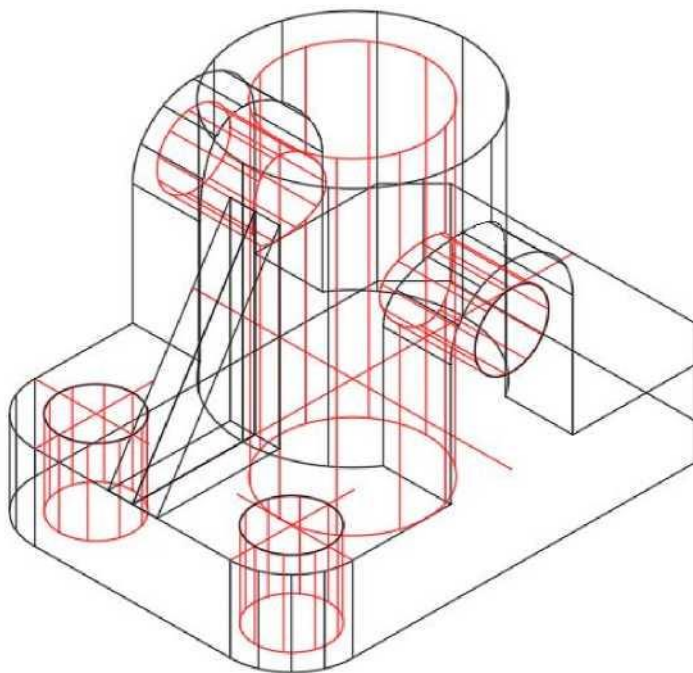

Рис.39 – Пример выполнения пунктов 4–11
11. **Построение фасок на параллелепипеде**: выполняется по методическим указаниям к лабораторной работе № 11 (пункт 11) (рисунок 39).